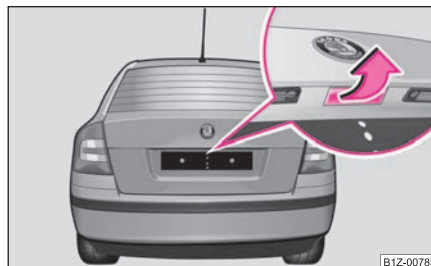

Fig. 29 Clapeta capa-
Prin încuiere și deschidere, datorită închiderii centralizate **toate** ușile și clapeta rezervorului* se încuie și se deschide în același timp. Capacul portbagajului se va încuia la închidere. El se poate deschide apăsând pe mânerul de deasupra numărului de înmatriculare ⇒ pagina 40, fig. 29.
- Apăsați asupra profilului de prindere ⇒ fig. 29 și ridicați simultan capacul portbagajului.